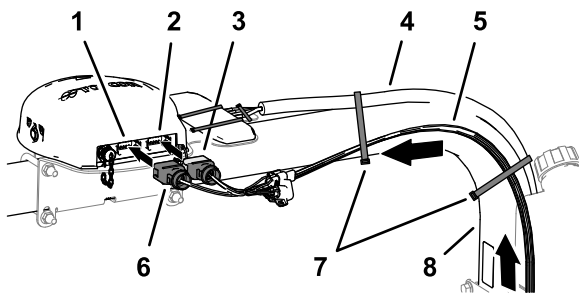

Figure 140
2. Acheminez la branche de 302 cm (119 po) du faisceau de données le long du tube droit du système ROPS, en orientant le connecteur à 12 douilles (**gris**) et le connecteur à 12 douilles (**noir**) vers le haut et le récepteur de navigation (Figure 140).
- Fixez la branche de 302 cm (119 po) du faisceau de données sur le tube droit du système ROPS avec 2 attache-câbles, comme montré à la Figure 140.